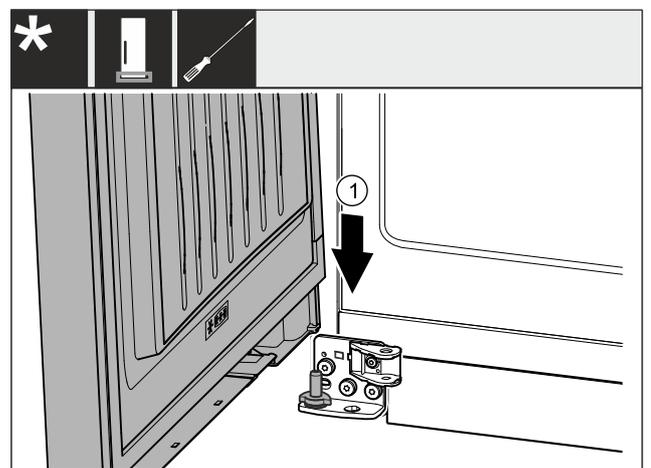

Fig. 31
- ▶ Tür von oben auf den unteren Lagerbolzen aufsetzen. Fig. 31 (1)